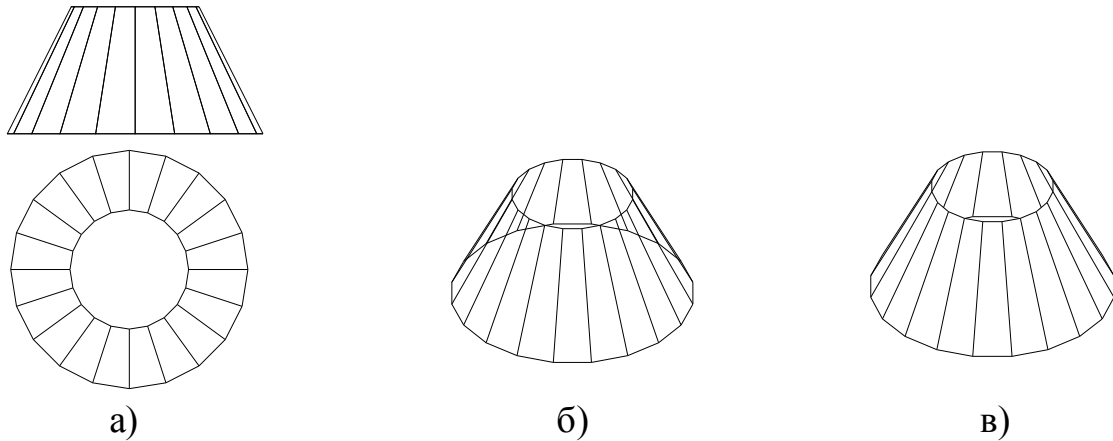

Рис. 94
2. Команда **AI_CONE (КОНУС)** дает поверхность кругового конуса. Приступаем к созданию поверхности кругового конуса (рис. 94), для чего вначале указываем координаты центральной точки основания:
После вида конуса сверху переходим к виду спереди, для чего из падающего меню **ВИД** выбираем пункт **3D-ВИД**, в котором указываем **FRONT (СПЕРЕДИ)**, рис. 94, а. Используем команду **VPOINT (ТЗРЕНИЯ)** из меню **ВИД** или **SE ISOMETRIC (ЮЗ ИЗОМЕТРИЯ)**, рис. 94, б, и команду **HIDE (СКРЫТЬ)**, рис. 94, в.